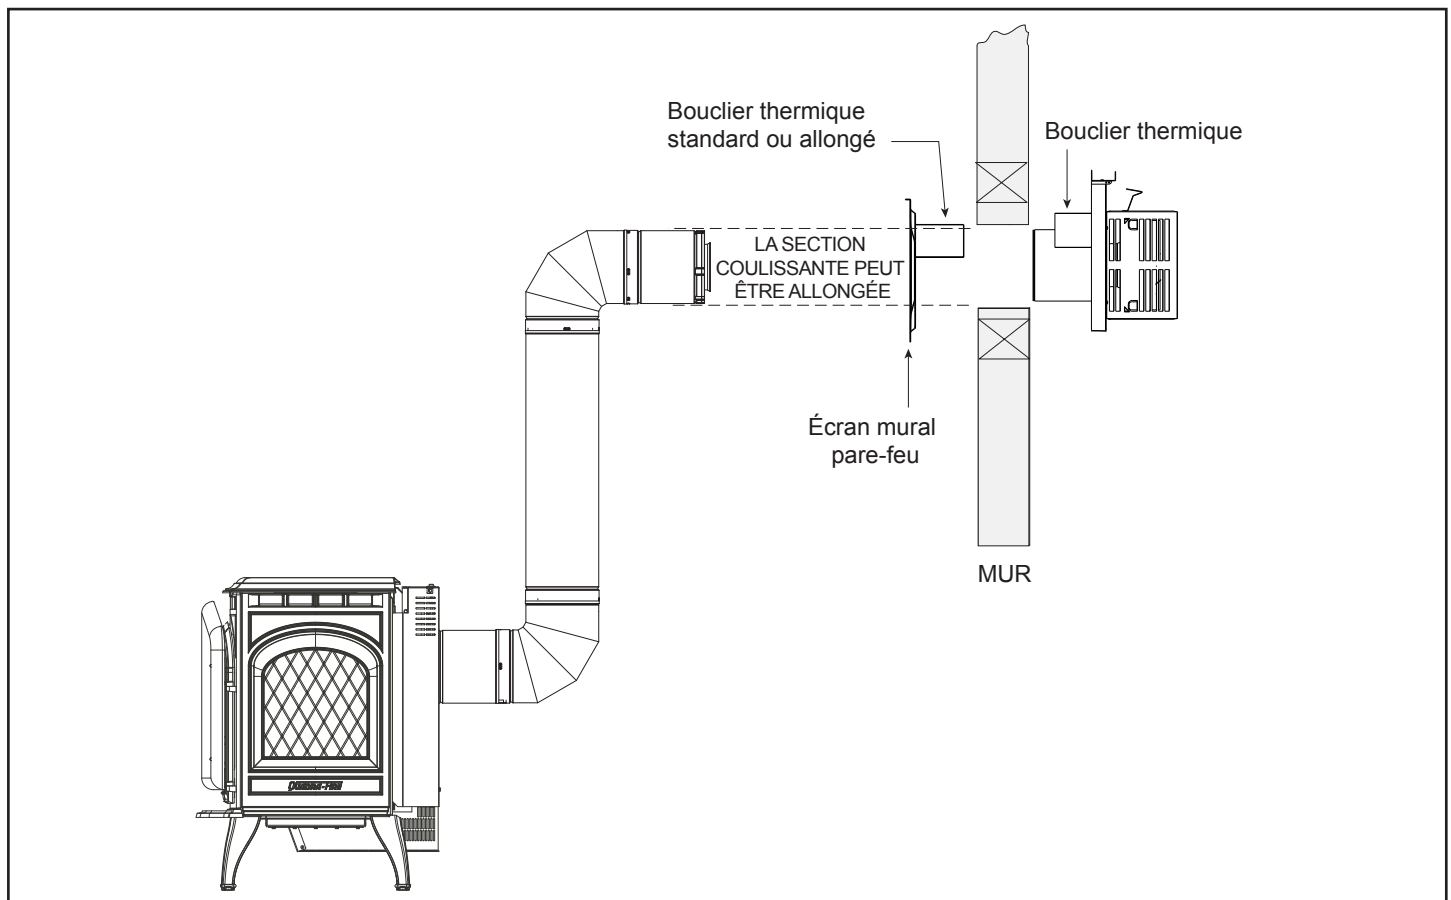

Figure 7.17 Évacuation à travers le mur
- **NE retirez PAS** les boucliers thermiques fixés au coupe-feu de bouclier mural et à l'abat-vent horizontal (illustré à la figure 7.17).
Le bouclier thermique est composé de deux sections. L'une des sections est fixée au coupe-feu de bouclier mural en usine. L'autre partie a été fixée au chapeau de l'extrémité lors de la fabrication. Voir la figure 7.17.